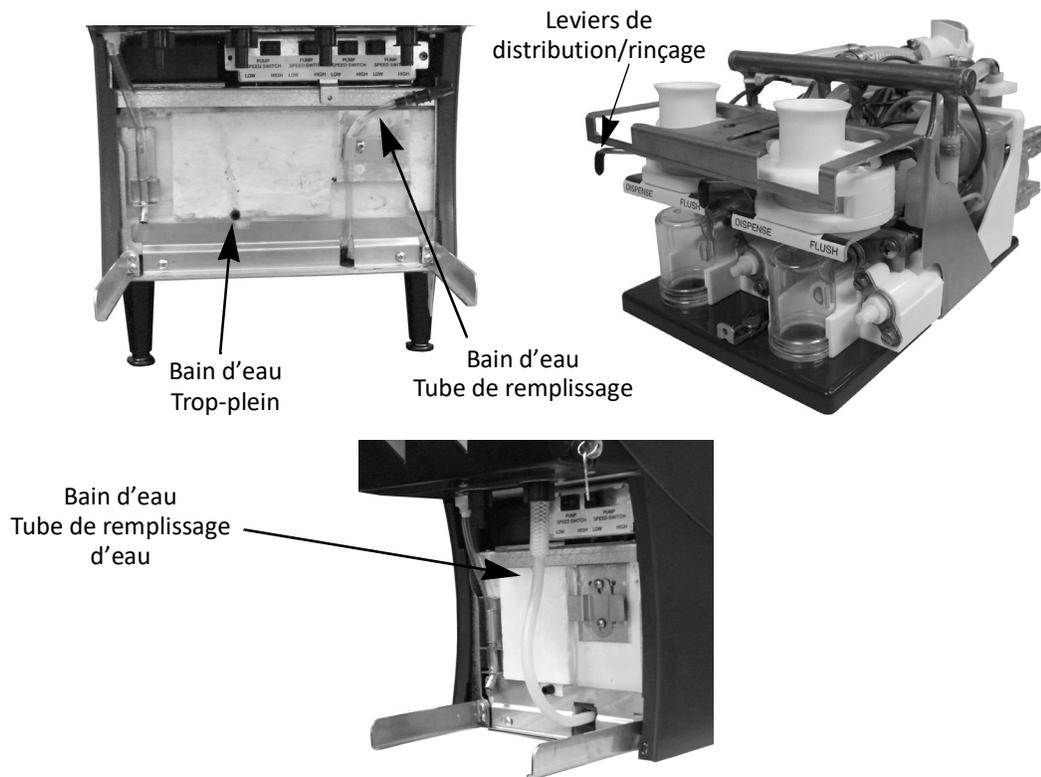

Figure 6. Levier de distribution/rinçage du bac d'eau
2. Ouvrez la porte et vérifiez que le levier de rinçage/distribution est en mode distribution. (voir Figure 6) Le bain de glace doit toujours être rempli en mode distribution.